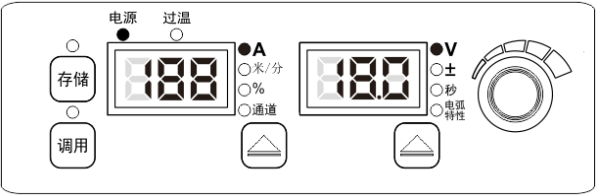

图 3-19 非锁定界面
2. 长按**执行**键，存储调用指示灯熄灭，退出普通锁定，恢复到非锁定状态，如图 3-19 所示。